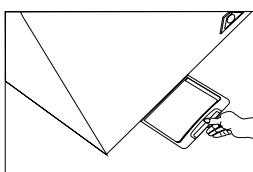

Imagen 2
- 5.**Gire el tapón de desagüe y retírelo. (Imagen 2)